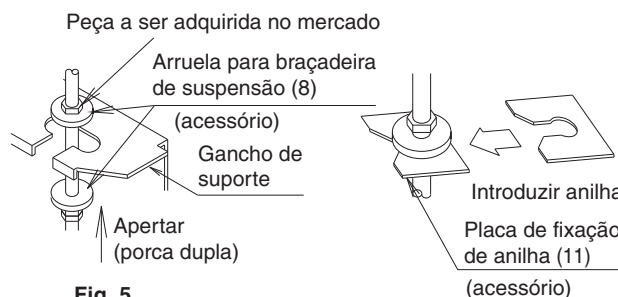

Fig. 5
- Fixe a consola de suspensão ao perno de suspensão. Certifique-se de que a fixa com firmeza, utilizando uma porca e anilha dos lados superior e inferior na consola de suspensão. **(Consulte a Fig. 5)**